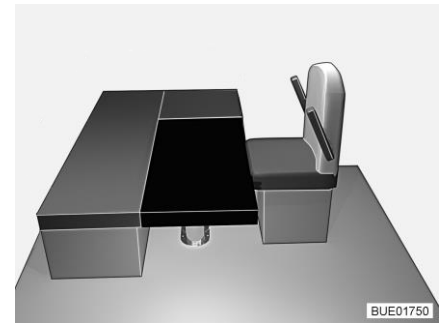

Bild 159 Efter ombyggnaden
- Lägg den rektangulära extra dynan på borden (framför sittbänkens sittyndyna, se Bild 159).